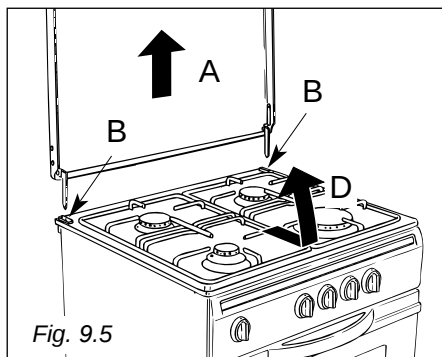

Fig. 9.5
- Svitare le due viti B dei blocchetti supporto cerniera e toglierli (Fig. 9.5).
- Tirare in avanti il piano di lavoro per sganciarlo, quindi alzarlo secondo la freccia D (Fig. 9.5 - 9.6).